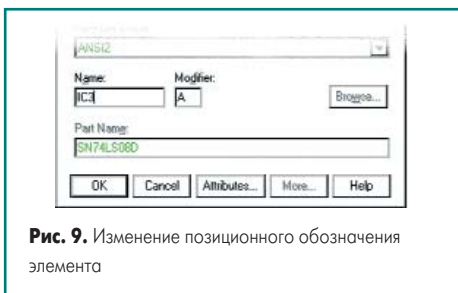

Рис. 9. Изменение позиционного обозначения элемента
2. Наведем указатель мыши на элемент U1-A и выполним щелчок левой кнопкой мыши. На экране появится окно **Item Properties/Symbol** (рис. 9).